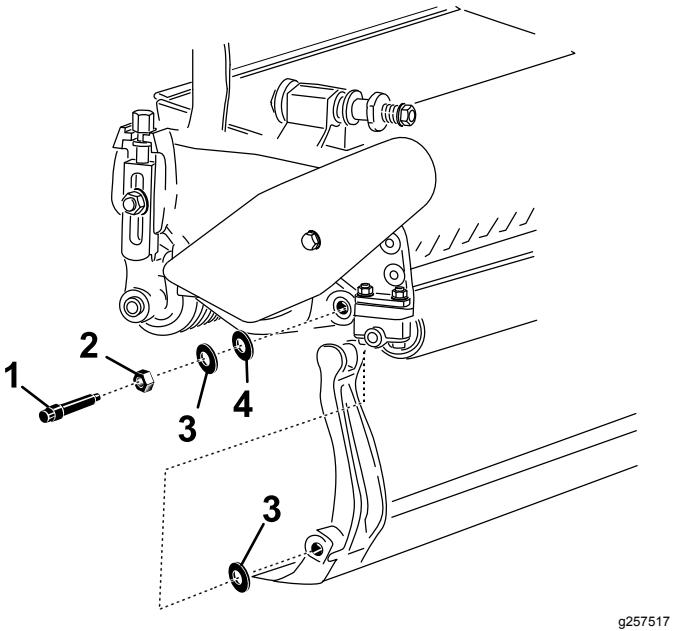

Figura 22
Tenete in considerazione le 2 rondelle di nylon e la rondella in acciaio su ciascun'estremità della barra di appoggio (Figura 22).
3. Collocate una rondella di nylon su ciascun lato del risalto della piastra laterale. Posizionate una rondella di acciaio all'esterno di ciascuna rondella di nylon (Figura 22).